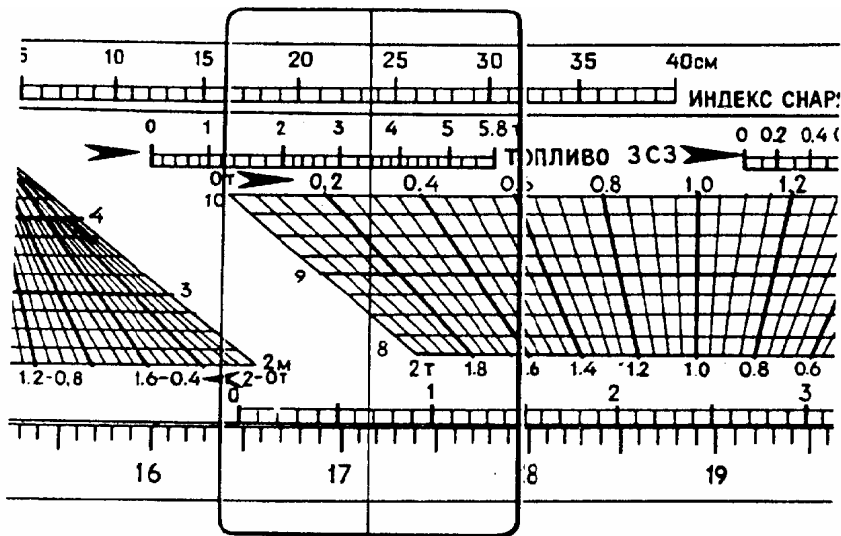
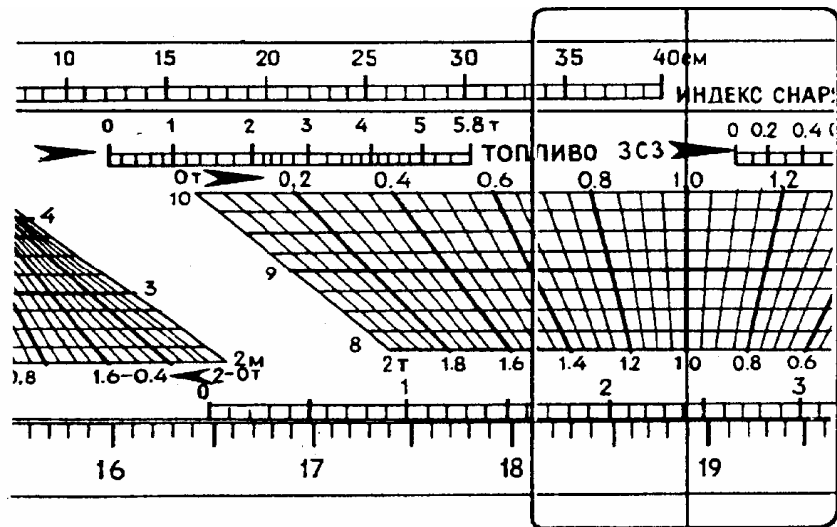

Рис. 2.15. Линейка. Положение "6" движка.
Рис. 2.16. Линейка. Положение "7" движка.
6. Перемещением движка влево начало шкалы дистанции 8,5 м подводится под визирную линию бегунка (рис. 2.15). Бегунок смещается вправо до совпадения с точкой пересечения горизонтали 8,5 м с наклонной линией 1000 кгс (рис. 2.16).